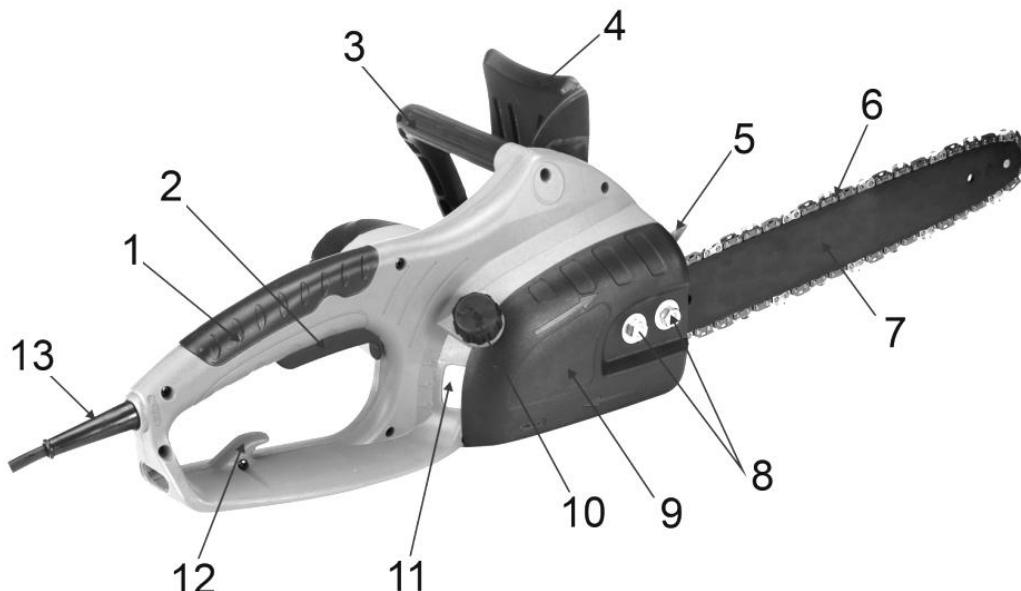

Рис. 1
Щиток тормоза цепи (4)(См. Рис.1).
- Для безопасности, цепная пила оснащена инерционным тормозом цепи (4)(См. Рис.1). Тормоз цепи также может включаться автоматически в случае резкого, сильного отскока, который вызывается прикосновением конца пилы к древесине во время работы. Тормоз цепи установлен, чтобы блокировать пильную цепь перед стартом и для моментальной остановки в экстренных случаях.
- Убедитесь, что щиток тормоза цепи (4) сдвинут в положение ВКЛ (вперед) (См. Рис. 1).
- Отвинтите две крепящие гайки шины (8)(См. Рис.1).
- Снимите крышку тормоза цепи (9), потянув ее вверх.
- Открутите крышку наливной горловины бака (10)(См. Рис.1).
- Залейте необходимый объем масла в бак, контролируя его уровень по мерному окну (11)(См. Рис.1).